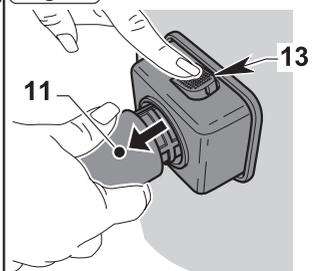

Fig. 8
- Присоединиться к двум жестким расширения (17-18 Рис. 8) по совпадать две ссылки (19-20 Рис. 8), если таковые имеются.
- Присоедините обе жесткие удлинители (17-18 Рис. 8), совместив две контрольные точки (19-20 Рис. 8).